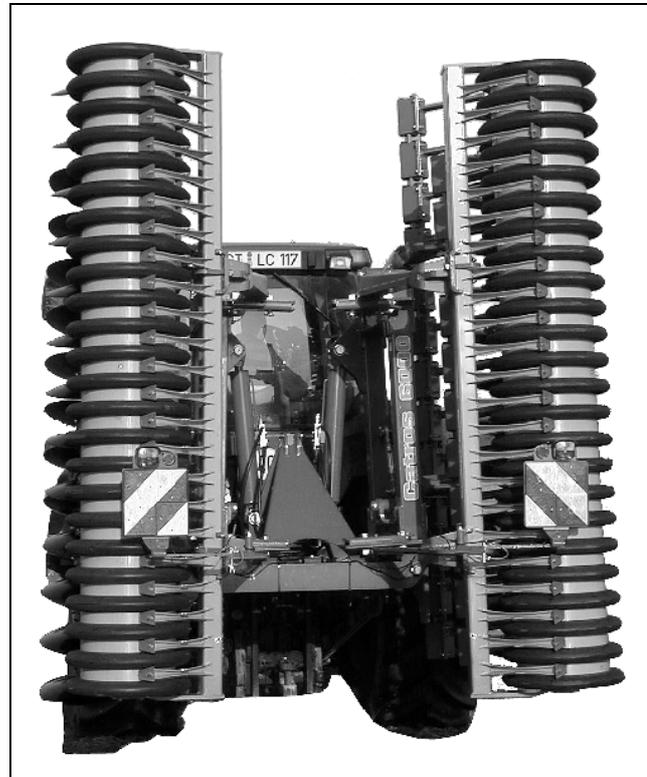

Fig. 7
- ¡El ancho de transporte de 3m no debe ser excedido! ¡Plegar segmentos de rodillos (Fig. 7)!